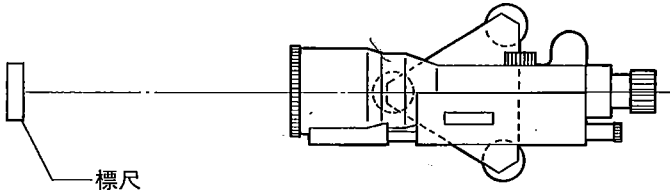

図30
- (1) 標尺を用いて三脚上に整準ねじの一つが標尺の方向に向く様に三脚上に設置し、主気泡を用いて縦軸を整準します。(図30)